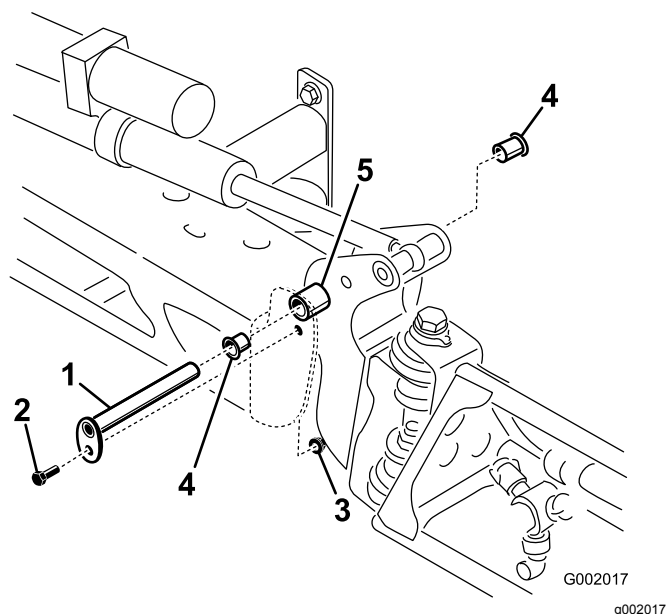

図 103
3. ブームを支えておきながら、ピボットピンをブームアセンブリに固定しているボルトとナットを取り外す 図 103。
4. ピボットピンを固定しているボルトとナットを外してピンを取り外す 図 103。
6. ナイロンブッシュを取り外し、ピボットブラケットの前面および後面側から見て点検する 図 103。
7. ナイロン製ブッシュに少量のオイルを塗り、ピボットブラケットに取り付ける 図 103。
8. センターフレームにブーム&ピボットブラケットアセンブリを取り付け、穴を整列させる 図 103。